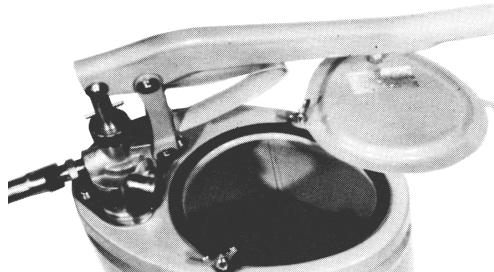

Fig.3
- 3) ハンドルを下げ、右方向に強く押してハンドルの位置を約 45° 位ずらしてください。 (Fig.3)